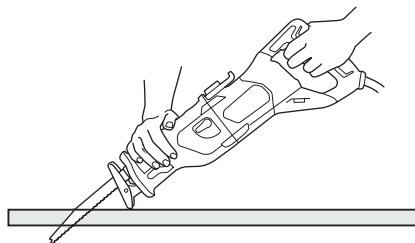
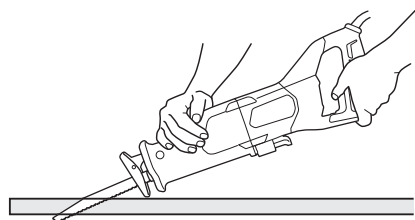

Fig. 21
Fig. 22
- (2) Relever lentement la poignée et couper petit à petit avec la lame de scie. (Fig. 21, Fig. 22)